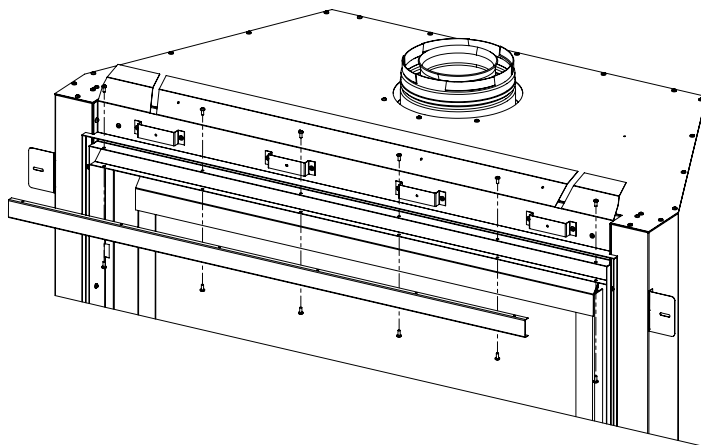

Figure 48: Suppression de Couverture Avant
Étape 2. Retirez le capot avant CSS en utilisant un tournevis T-20 (voir Figure 48).